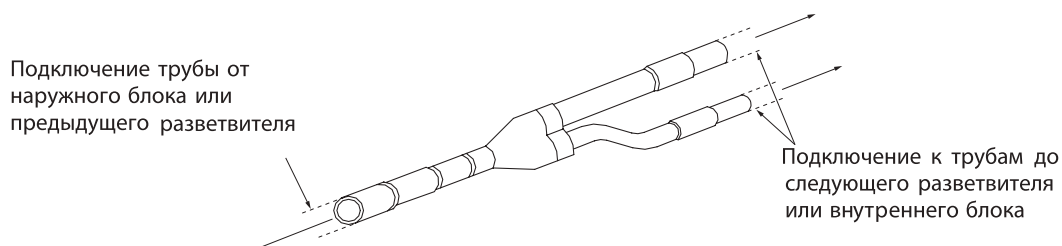

Рис. 12.3.
12.5.2. Порядок установки разветвителей (рис. 12.3.): впускное отверстие соединяется с наружным блоком или с последним ответвлением, выпускное отверстие соединяется с внутренним блоком или со следующим ответвлением.